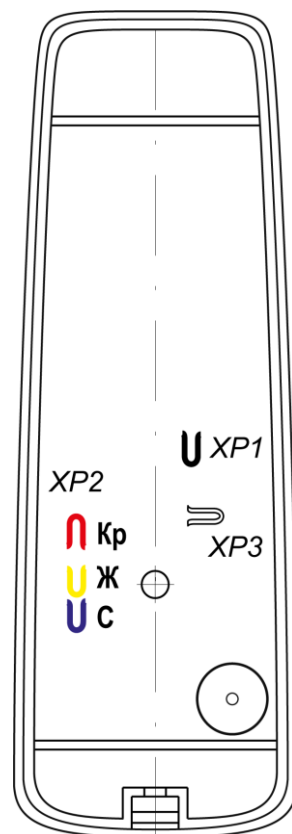

Рисунок 3. Расположение трех перемычек «Конфигурация» (XP2), перемычек «Отключение концевого резистора» (XP1) и «Тип выходного интерфейса» (XP3)
Номер считывателя от 1 до 8 задается с помощью конфигурационных перемычек **XP2** (см. рис. 3). Соответствие номера считывателя положению перемычек указано в таблице 1.
Для изменения формата выходных данных интерфейса *Wiegand* необходимо при монтаже считывателя перекусить кусачками соответствующие перемычки-проводом **XP2** (см. рис. 3), расположенные на тыльной стороне корпуса считывателя под металлическим основанием. Изменение формата выходных данных интерфейса *Wiegand* производится перекусыванием перемычек в соответствии с Таблицей 4.
Считывание кода подтверждается считывателем кратковременным миганием индикатора желтым цветом, сопровождаемое кратковременным звуковым сигналом. Для включения варианта управления «*double-line*» необходимо при монтаже считывателя перекусить кусачками перемычку-провод красного цвета «*single-double*» **XP2** (см. рис. 3), расположенную на тыльной стороне корпуса считывателя под металлическим основанием.
5. При помощи трех перемычек **XP2** (см. рис. 3):
6. При работе с интерфейсом *RS-485* учтите, что с целью предотвращения искажений сигнала на концах линии связи *RS-485* должны быть установлены концевые резисторы. В считывателе **PERCo-IR13** такой резистор предусмотрен конструктивно. Если устанавливаемый считыватель не является конечным устройством на линии связи, то на нем необходимо отключить концевой резистор, для чего перекусите перемычку **XP1** (черного цвета, см. рис. 3). Проверьте наличие концевых резисторов на реальных концах линии связи интерфейса *RS-485*.